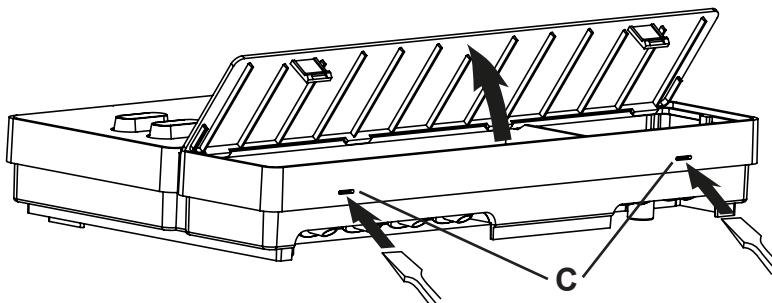

Fig.3 Retrait du couvercle du boîtier
- Appuyez légèrement dans les fermetures à déclic **C** avec un tournevis et retirez le couvercle du boîtier (voir **Fig.3**).